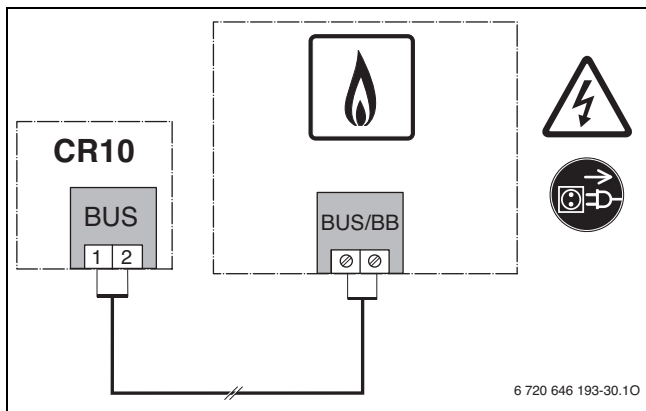

Fig. 4
- ▶ Färdigställ BUS-förbindelsen (→ bild 4, sidan 99)